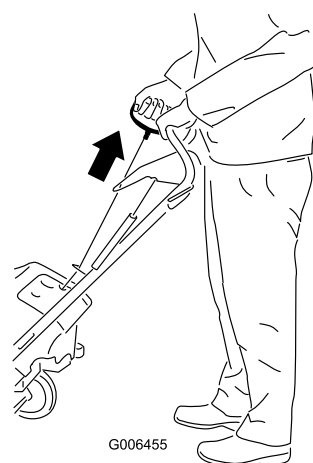

Figure 16
4. Tirez sur la poignée du lanceur (Figure 16).